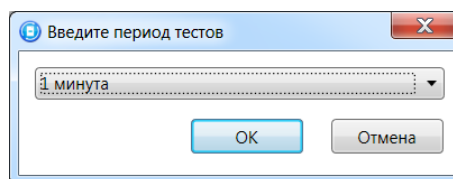

Рис. 5.6. Выбор периода опроса радиоизвещателя
3. В следующем окне укажите период опроса радиоизвещателя (рис. 5.6). Для охранных радиоизвещателей, устанавливаемых в проходной зоне (магнитоконтактный извещатель